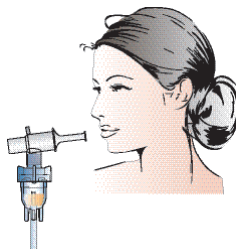

Рисунок 8
- Возьмите насадку в рот и вдыхайте аэрозоль через рот (рисунок 8). Дыхание должно быть ровным.